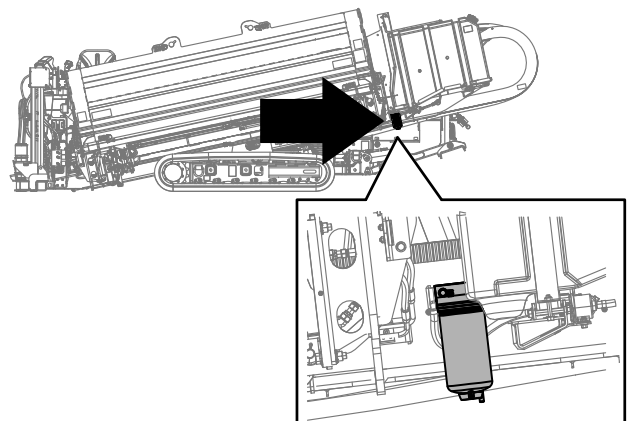

Bild 95
2. Lösen Sie das Ablassventil an der Unterseite des Filters (Bild 95).
2. Lösen Sie die Entlüftungsschraube und das Ablassventil, um etwas Kraftstoff abzulassen (Bild 95).